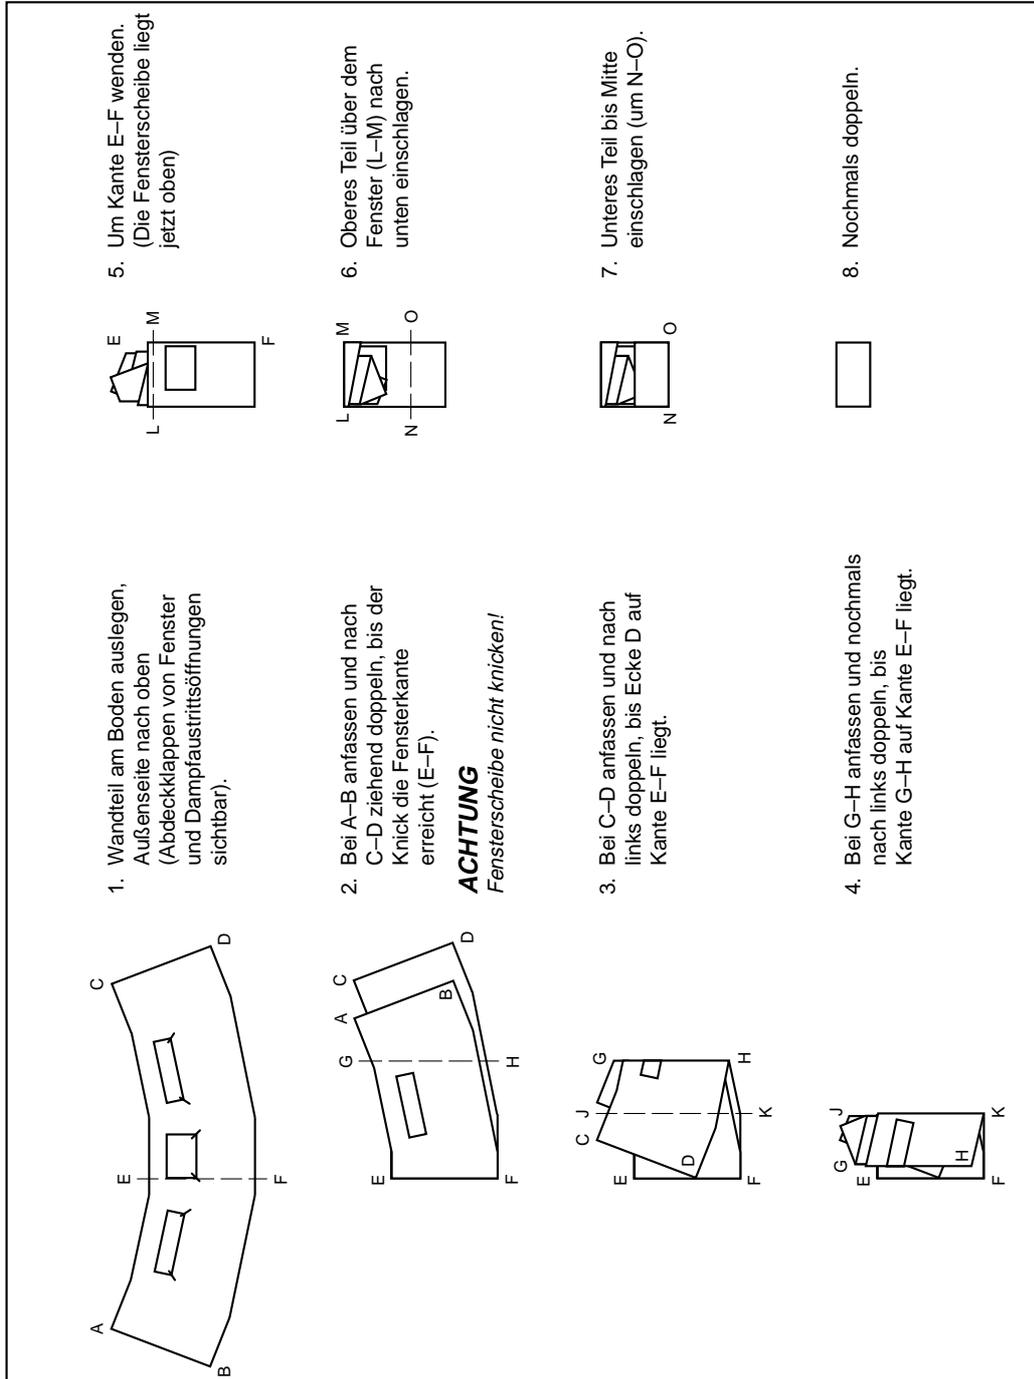

Bild 89 Faltplan
**HINWEIS** Für das Zusammenlegen und Verpacken der Seitenplanen ist der faltplan zu beachten (siehe Bild 89).